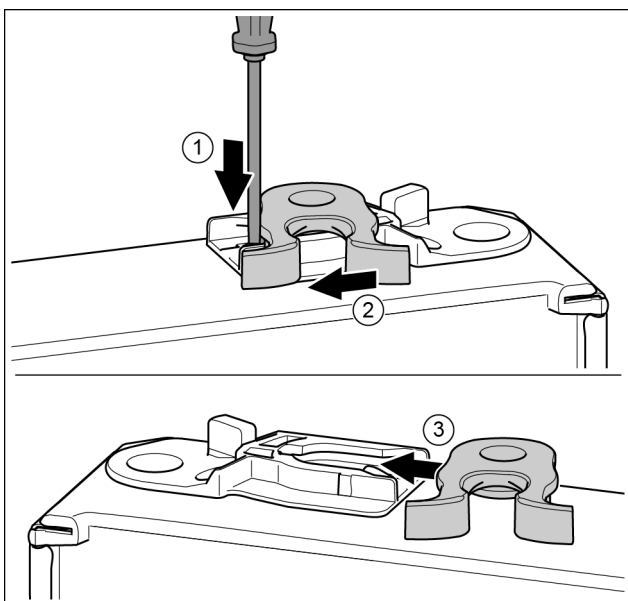

Fig. 33 *
- ▶ Presione la lengüeta hacia abajo con el destornillador para tornillos de cabeza ranurada. Fig. 33 (1) *
- ▶ Extraiga el gancho de cierre de la guía. Fig. 33 (2) *
- ▶ Introduzca el gancho de cierre en el otro lado en la guía. Fig. 33 (3) *